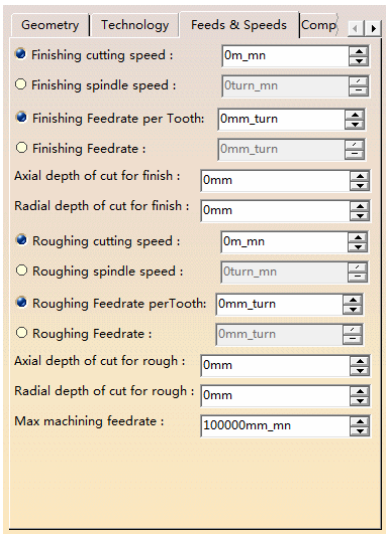

图 2-31 “Feeds & Speeds” 选项卡
(3) “Feeds & Speeds” 选项卡 “Feeds & Speeds” 选项卡用于设置粗加工和精加工时的进给量和切削速度，如图 2-31 所示。